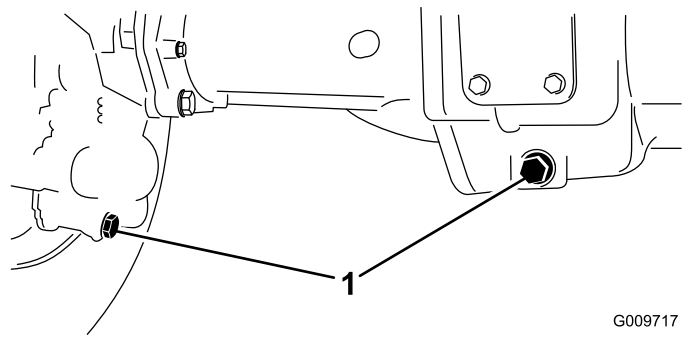

Figura 112
2. Curăați zona din jurul celor 3 buoane de golire - 1 la fiecare capăt i 1 în centru (Figura 112).